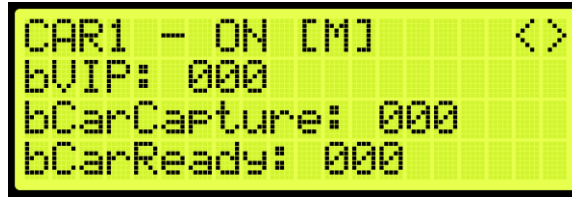

Figure 274: VIP Flags Status
13. From the VIP Flag Status (See Figure 274), press the right button.